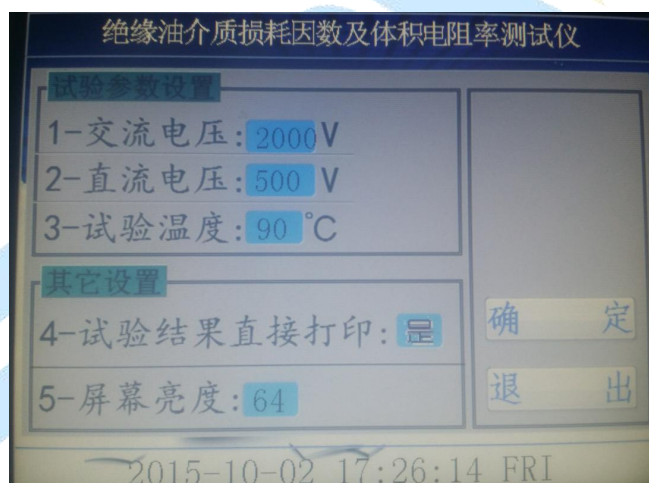
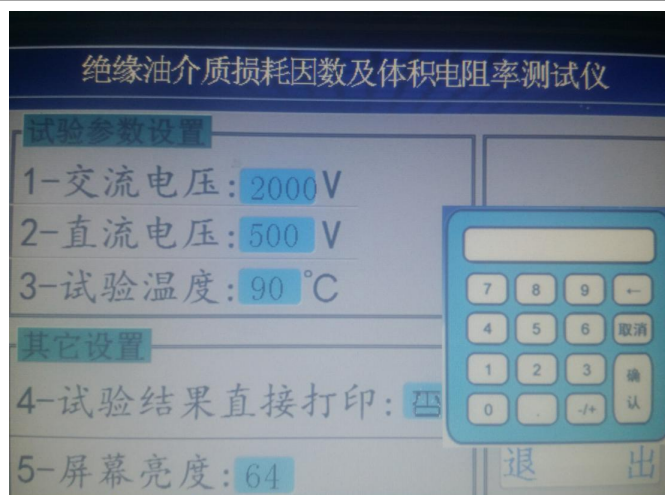

图 4
图 5
3. 在图 3 界面下，按试验条件键，设备进入下一级菜单如图 4；
4. 在图 4 界面中，可以分别对试验参数进行设置，图中是设备的默认参数，如需改动，只要点击需要改动的参数，就会自动弹出一个键盘，如图 5，在小键盘中直接输入需要的参数并点击小键盘上的确认键即可，选择打印的时候只要点击光标处就可以在是和否之间切换。设定好后点击确定即可回到图 3 主界面。